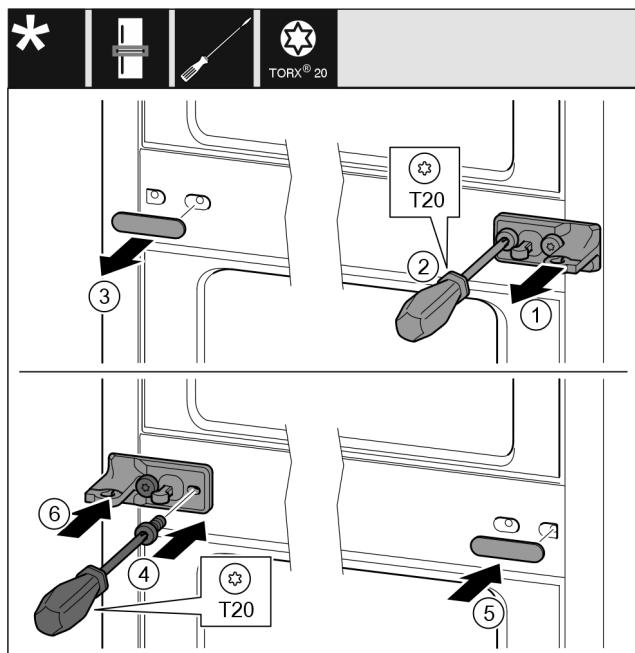

Fig. 10
- ▶ Stiahnite podložku. Fig. 10 (1)
- ▶ Skrutkovačom T20 vyskrutkujte skrutky. Fig. 10 (2)
- ▶ Opatrne stiahnite kryt. Fig. 10 (3)
- ▶ Ložiskovú konzolu s fóliou priskrutkujte otočenú o 180° na druhú stranu. Fig. 10 (4)
- ▶ Kryt priepavnite otočený o 180° na druhú stranu. Fig. 10 (5)
- ▶ Podložku nasuňte spredu. Fig. 10 (6)